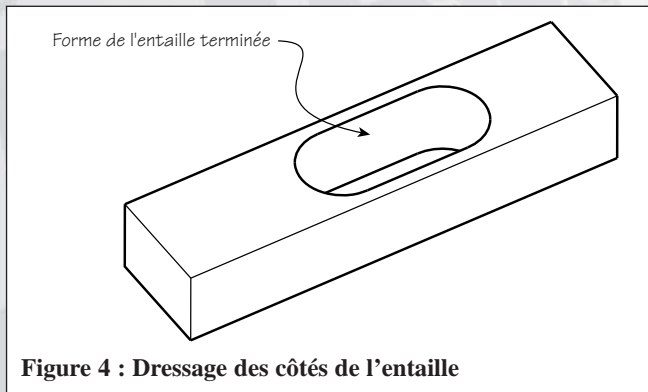

Figure 4 : Dressage des côtés de l'entaille
4) Dresser les côtés de l'entaille au ciseau à bois (figure 4).